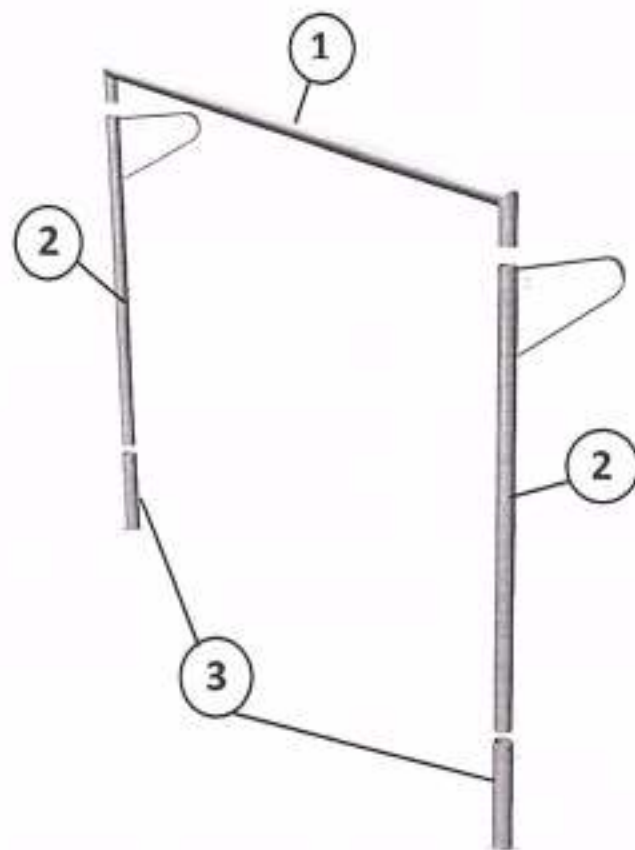

Рис.1
14.4. Выкопать ямы под закладные стаканы штанг ворот. В основании фундамента укладывается щебень фракцией 10-30. Глубина ямы под фундамент без учета толщины гравийной подушки не менее 900 мм. Установить штанги в гильзы, собрать конструкцию ворот, зафиксировать перекладину и штанги в гильзах при помощи болтов (Рис.5). Болты не перетягивать. После затяжки болты крепления штанг в стаканах необходимо огрунтовать и окрасить в два слоя в целях дополнительной защиты от коррозии. (Рис.1)